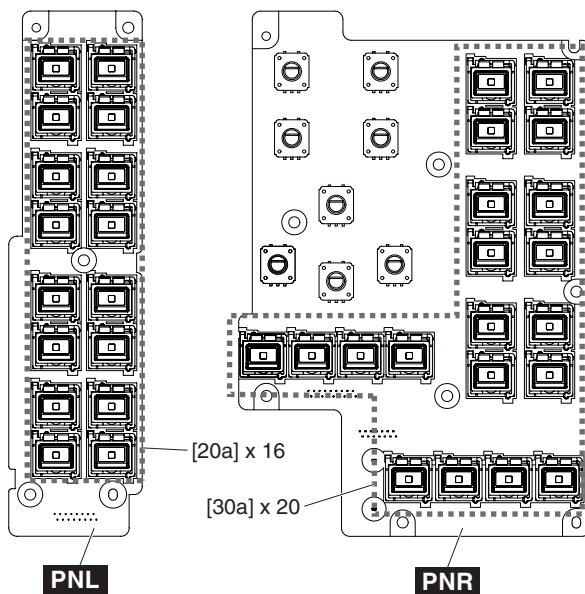

Fig. 12 (図12)
* **The PNL circuit board contains the following buttons. (Fig. 12)**
※ PNLシートには、下記のボタンがついています。(図12)
* **The PNR circuit board contains the following buttons. (Fig. 12)**
※ PNR シートには、下記のボタンがついています。(図 12)